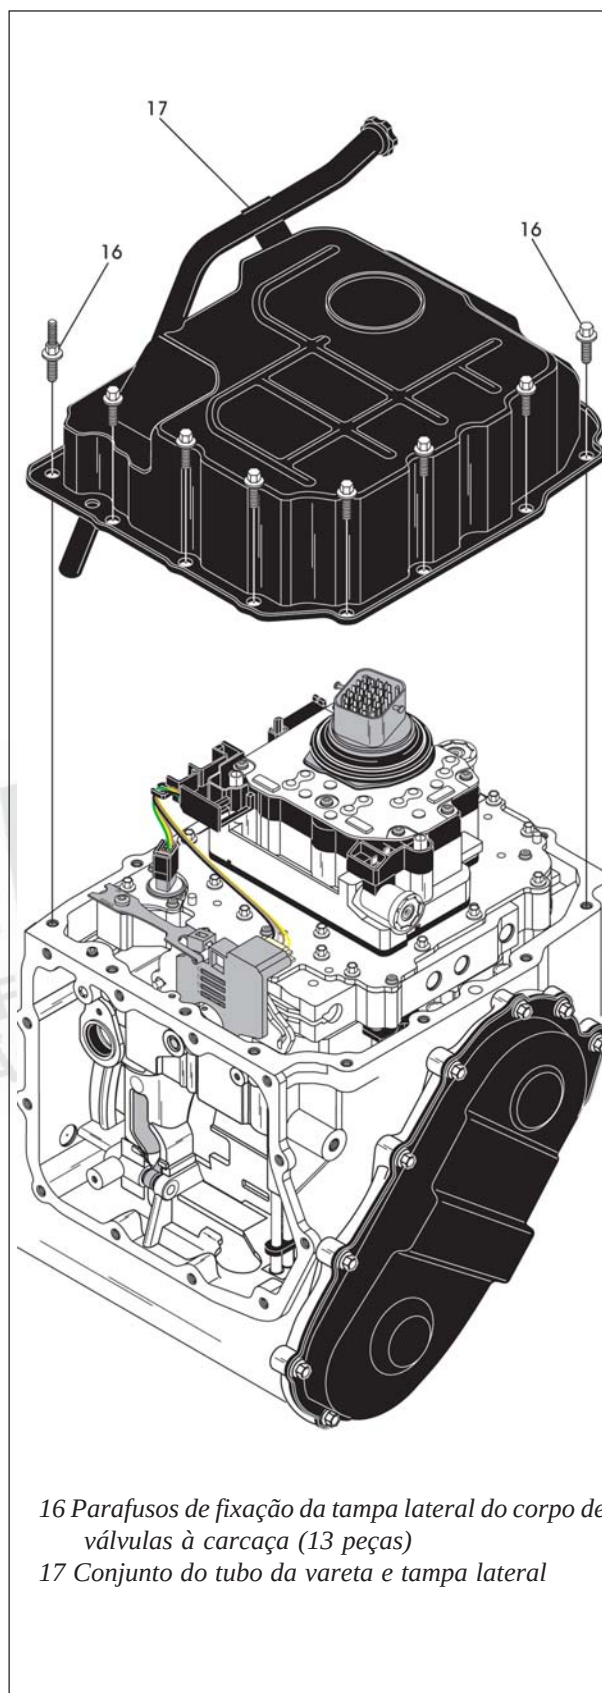

Figura 283
93. Instale a tampa do corpo de válvulas na carcaça, conforme mostra a figura 283.
94. Instale os 13 parafusos de fixação da tampa lateral do corpo de válvulas, conforme mostra a figura 283, utilizando uma chave soquete 8 mm nos parafusos normais e uma chave 10 mm nos parafusos tipo prisioneiro.